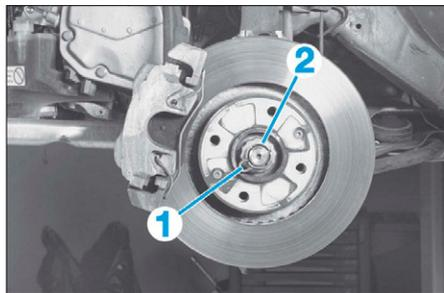
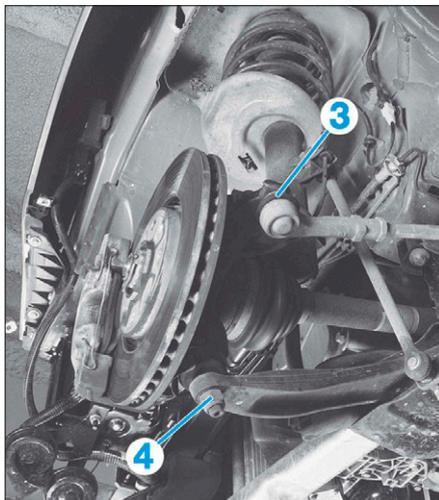

FIG. 2
FIG. 3
- la goupille (1) (Fig.2),
- la cage-frein (2),
- l'écrou de la rotule de direction (3) (Fig.3),
- l'écrou de la rotule de pivot (4).
- l'écrou de rotule de direction (3) (Fig.3),
- l'écrou de rotule de pivot (4).